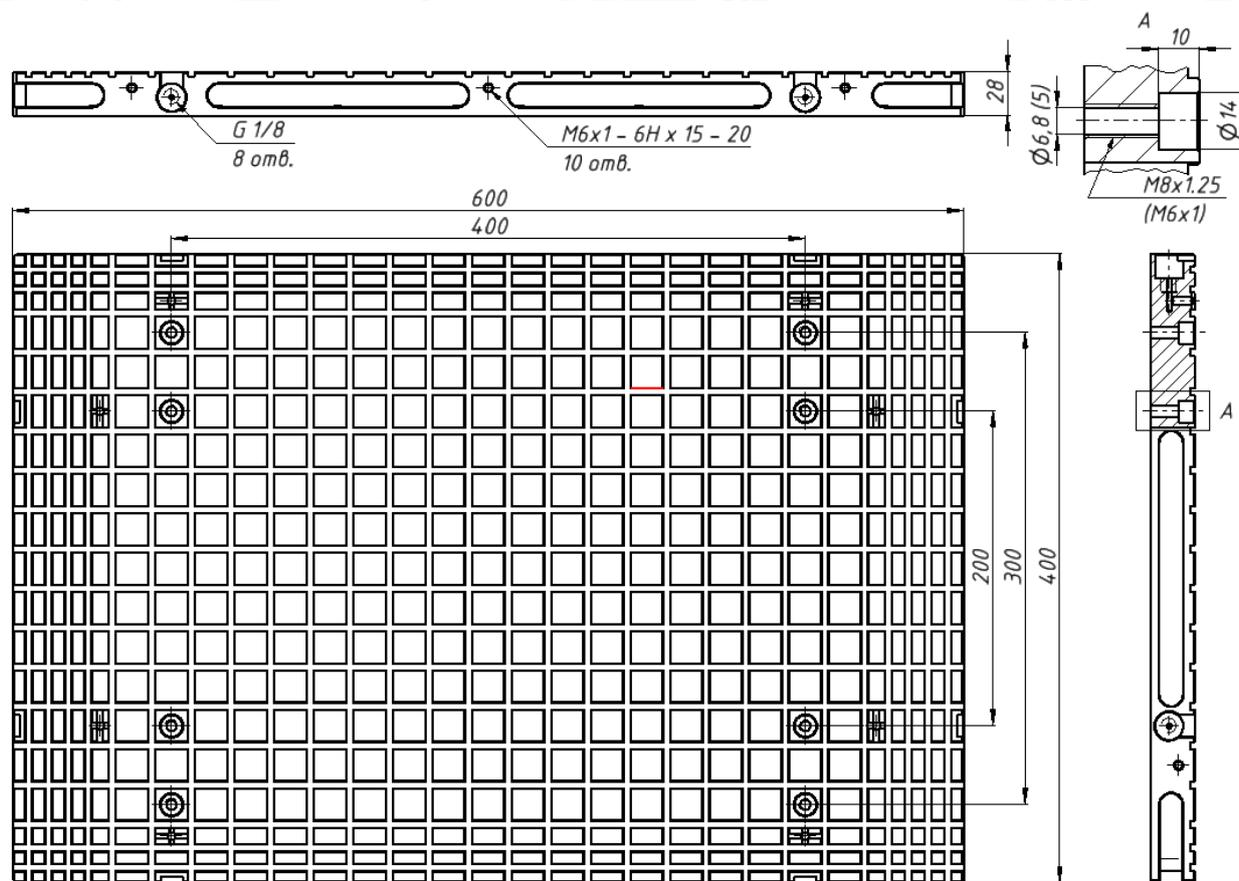

Рис. 4. Чертёж модульного стола
- если Т-пазов нет или их невозможно использовать, просверлите отверстия и нарежьте в них резьбы М5 в соответствии с чертежом, представленным на рис. 4;